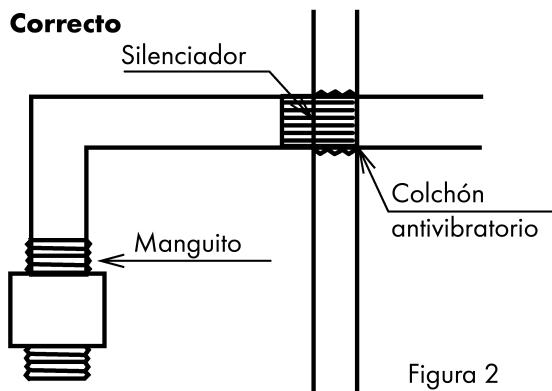

Figura 2
- Instale el silenciador a través que aíslle el lugar ruidoso de los lugares con niveles sonoros más bajos, si compuerta cortafuegos lo permite (Figura 2).